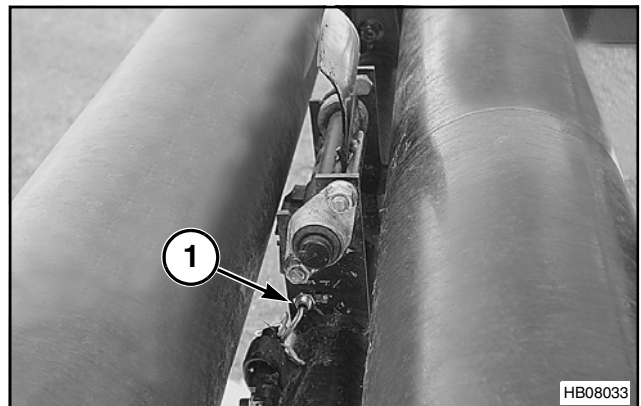

FIG. 24
FIG. 24: Kontakten til balleaflysning (1) er placeret øverst oppe mod rullesliskens bagside. Kontakten indikerer på monitoren, når en balle falder af balle-slisen.